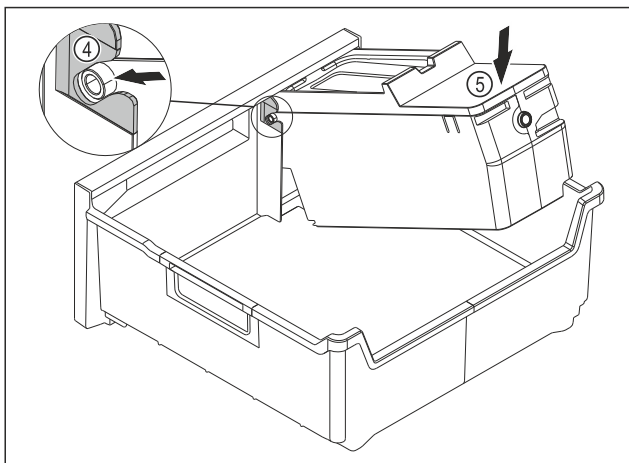

Fig. 78
- ▶ Монтаж на корпуса на EasyTwist-Ice: Вкарайте осите на корпуса на EasyTwist-Ice във водачите Fig. 78 (4).
- ▶ Натиснете надолу корпуса на EasyTwist-Ice Fig. 78 (5) отзад.